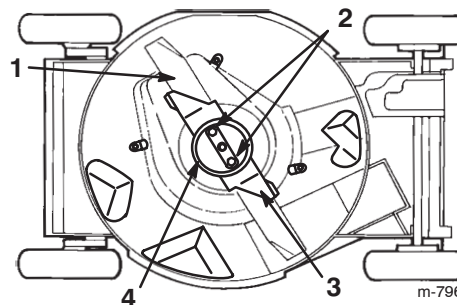

Bild 26
- Kippen Sie den Rasenmäher auf seine **rechte** Seite (Bild 26).
Fassen Sie das Ende des Messers mit einem dicken Handschuh an oder wickeln Sie einen Lappen um das Messer. Entfernen Sie die Messermuttern, die Anti-skalpierkuppe, den Beschleuniger und das Messer (Bild 26).
5. Entfernen Sie die beiden Messermuttern, die Antiskalpierkuppe, den Beschleuniger und das Messer (Bild 26).